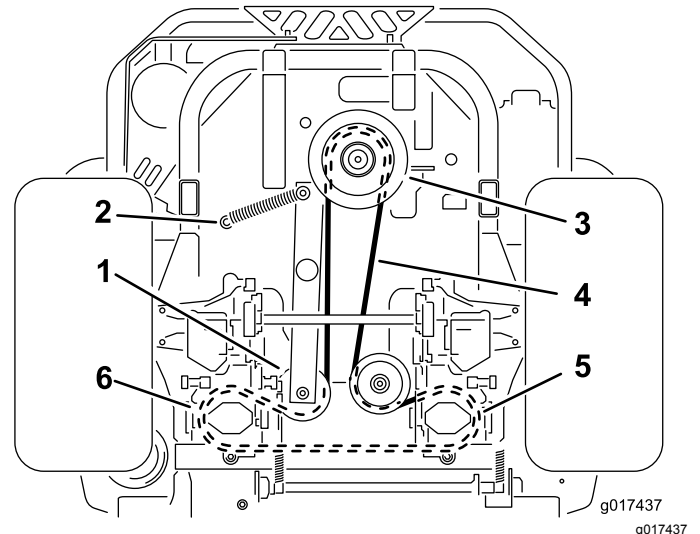

図 64
4. 機体をもち上げて、ジャッキスタンドで支える 図 64。
6. ポストからアイドラスプリングを外す 図 64。